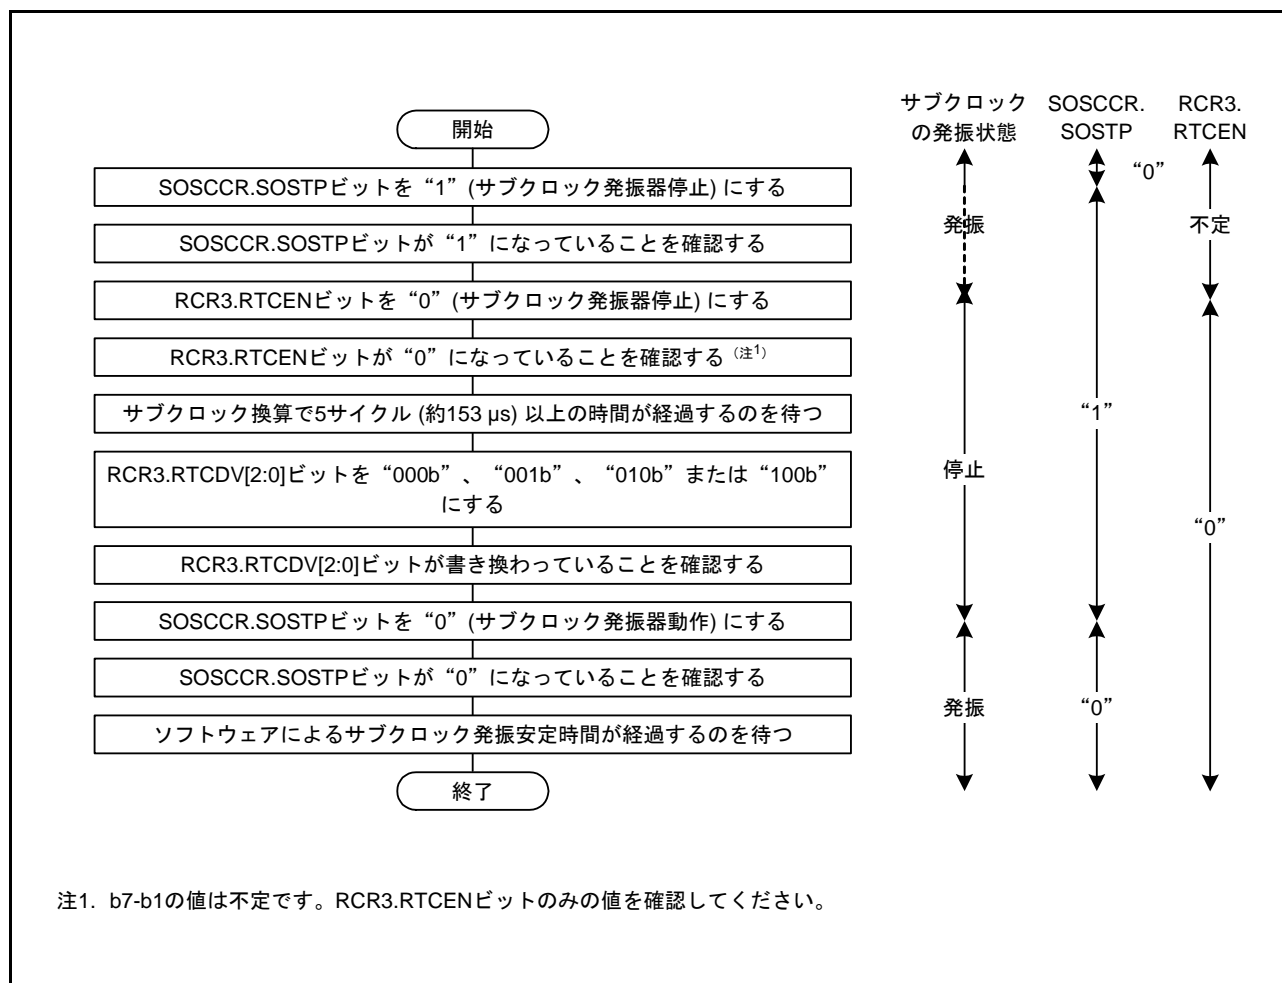

図 9.11 サブクロックをシステムクロックのみに使用する場合の初期化フローチャート例
- サブクロックをシステムクロックのみに使用する場合は、図 9.11 のフローチャートの例に従って初期設定してください。